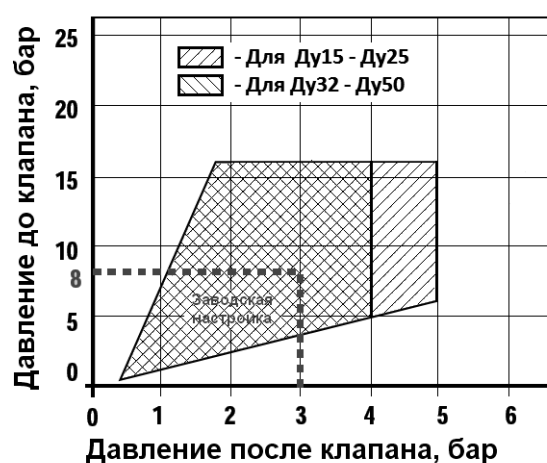

Рис. 1
- 1) проверить на применение по давлению до и требуемому давлению после клапана (рис. 1);